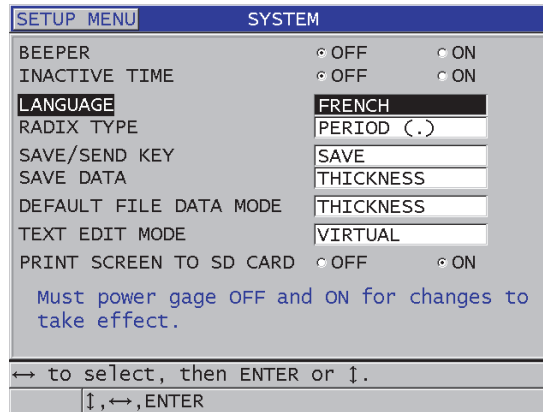

Abbildung 4-1 Ändern der Sprache der Bedienerführung
3. Führen Sie im Fenster **SYSTEM** (siehe Abbildung 4-1 auf Seite 68) Folgendes aus: